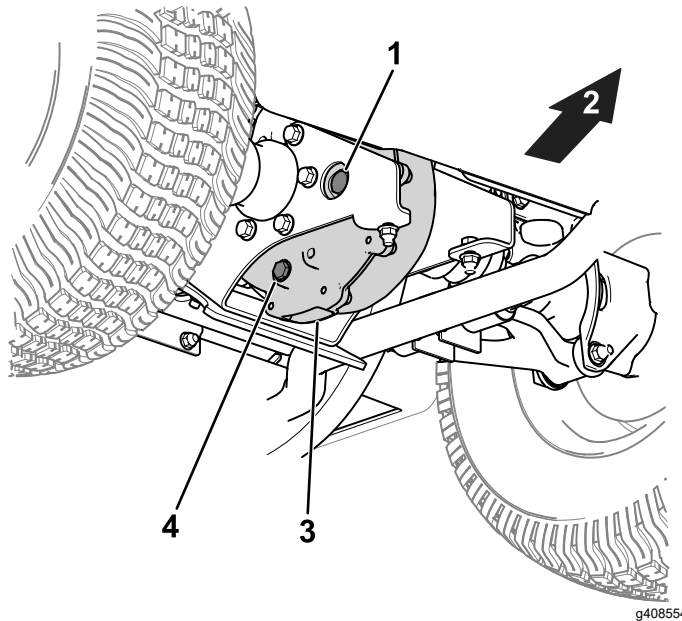

Bild 43
1. Entfernen Sie die Füllschraube am Getriebe (Bild 43).
2. Wenn der Ölstand niedrig ist, nehmen Sie die Füllschraube ab und füllen Sie die angegebene Ölart ein, bis das Öl aus dem Loch ausläuft (Bild 43).
1. Stellen Sie eine Auffangwanne unter die Ablassschraube (Bild 43).
2. Entfernen Sie die Füllschraube (Bild 43).
3. Entfernen Sie die Ablassschraube und lassen Sie das Öl vollständig ablaufen (Bild 43).